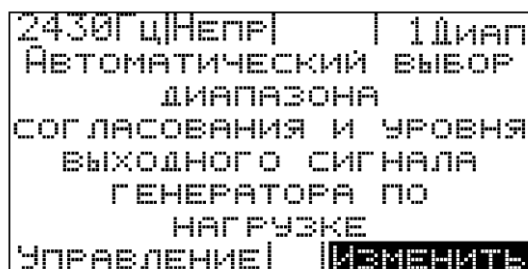

рис. 7
- нажимать левую кнопку "Установка режимов" (6) до появления пункта меню "Управление";
- нажать правую кнопку "Установка режимов" (6) - "Изменить" при этом на экране будет отображаться изображение, похожее на рис. 7